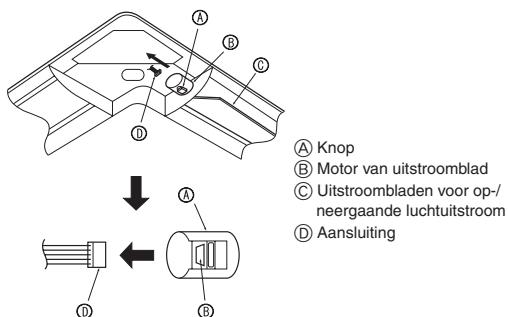

Fig. 5-9
5.5. Vastzetten van het op-/neergaande luchttuitstroomblad (Fig. 5-9)